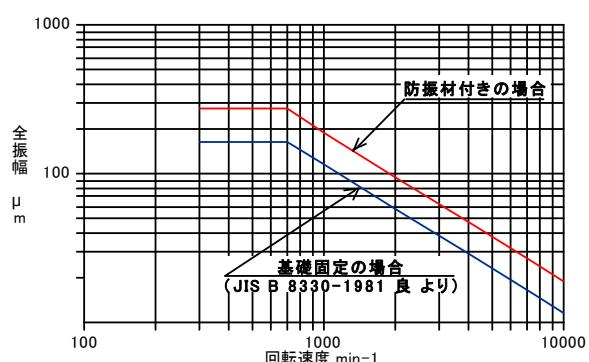

図 17 振動状態の参考判定基準
(2) Vベルトは、摩耗してきたり、傷んだらお取替えください。Vベルトの寿命（交換時期）は、使用される環境（温度・湿度・太陽光・粉塵等）や条件（伝達動力・起動回数等）により変わりますが、一般空調送風機の場合の目安は1年です。
(3) Vベルトは、使用中に伸びますので、定期的に張りをチェックしてください。この伸びは特に新しいVベルトで運転初期に大きく発生しますので、運転開始後10~50時間で張りを調整してください。調整は [5] 据付の第4項“Vプーリの芯出しとVベルト調整”的項を参照ください。
(4) 軸受許容温度は、一般的には室温+40°C以下かつ80°C以下です。温度が軸受許容温度を超えている場合は、運転を停止して点検してください。
(5) 軸受箱の音や振動は、運転開始数日後の状態を基準として、判断してください。
(6) ファンが正常で、据付、ダクト配管工事が正しく施工されている場合の振動の基準値を図17に示します。
| | 振動 | | 振動計 | 図17による | | |